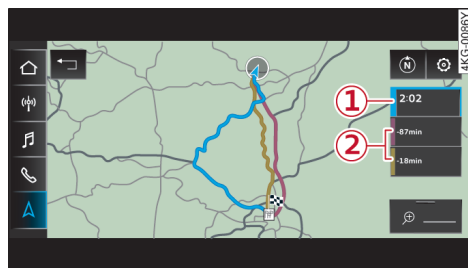

图 151 在概览图中的备选路线
- ▶ 按住相应备选路径上的信息窗（如②⇒图 151）。
- **通知：**点按👉。此较佳路线被用于路径引导，或点按通知。点按较佳路径上的信息窗（如②⇒ 161 页，图 151）。
- **交通信息提示：**点按列表条目①⇒ 163 页，图 152。点按较佳路径上的信息窗（如②⇒ 161 页，图 151）。